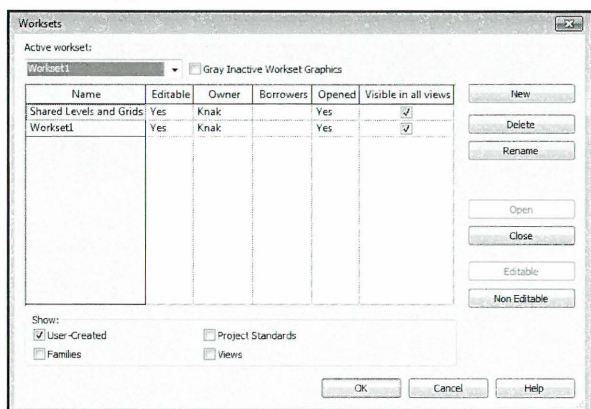

Fig. 16.06. Overblik over *Worksets*.
- *Worksets* dialogboksen åbnes (Fig. 16.06), hvor man kan se de to *Worksets* der automatisk er oprettet. Klik *OK* til dette.